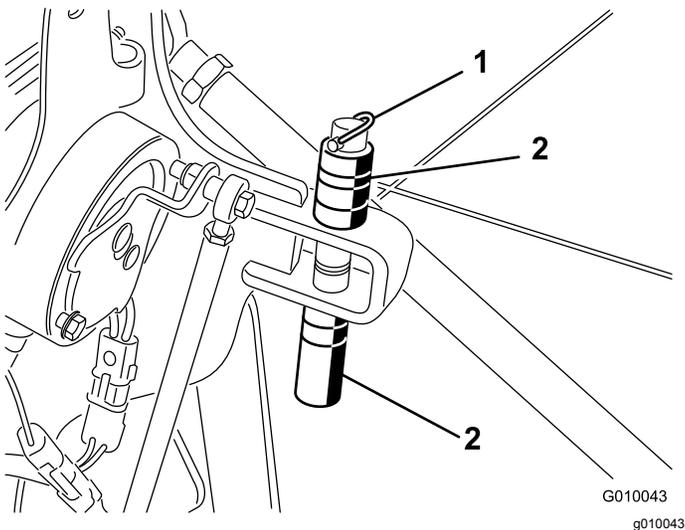

Figura 22
2. Togliete l'acciarino di fissaggio dei distanziali e le spine di profondità (Figura 22).